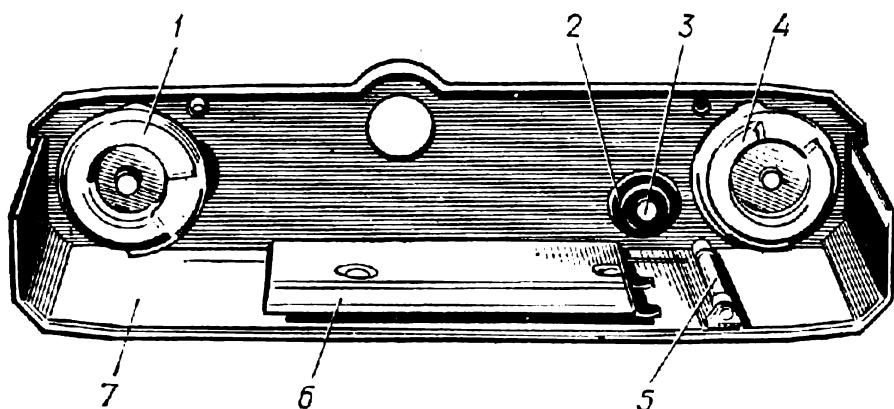

Рис. 32. Задняя стенка:
5.2.127. Проверить крепление задней стенки 23 (рис. 2) на корпусе, устраниТЬ излишний (более 0,3 мм) люфт. Для этого снять заднюю стенку 23 с корпуса 1 фотоаппарата (см. п. 4.2.) и исправить замки задней стенки. При необходимости отвинтить винт 3 (рис. 32), под головку этого винта поставить шайбы 2. Завинтить винт 3 до упора. Установить и закрепить заднюю стенку 7 на корпусе камеры.
Возможные неисправности: а — деформирована задняя стенка 7 (рис. 32) и прижимная планка 6 зажимает пленку; б — тугие
5.2.134. Снять заднюю стенку 7 (рис. 32) с корпуса фотоаппарата.